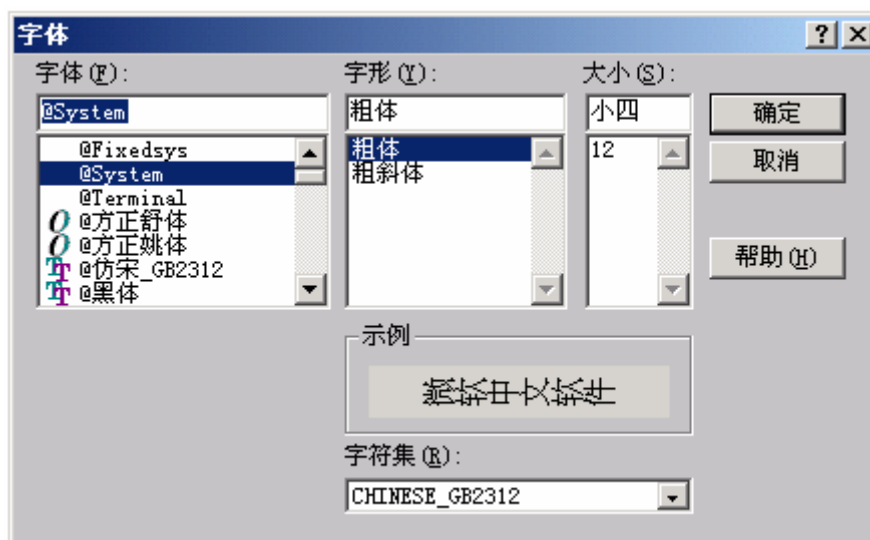

图 1-76 字体式样、大小设置界面
(2) 单击“选项”菜单下的“字体”子菜单，即可设置字体式样、大小等有关内容，如图 1-76 所示。